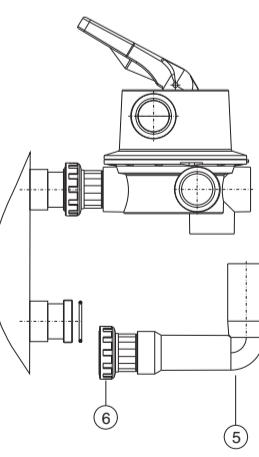

Fig. 3
3. L'alignement de la vanne avec les sorties du filtre se fera au montage du coude et de l'érou (6) (figure 3) mais ne pas les coller.